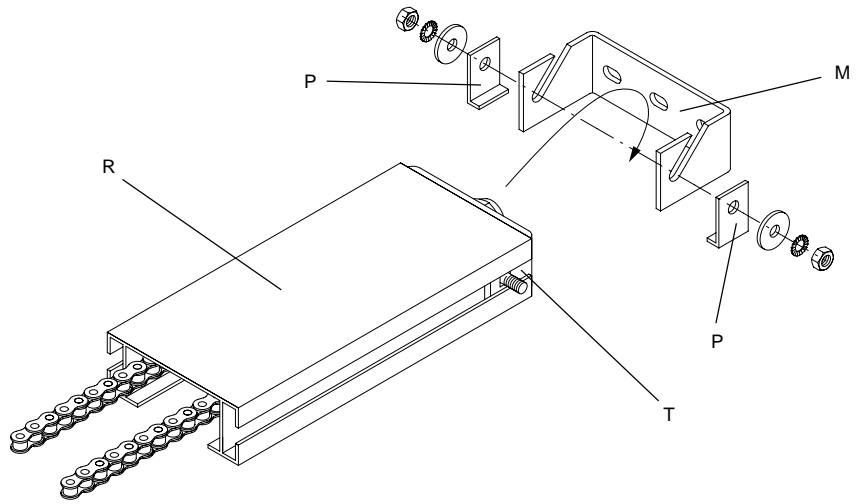
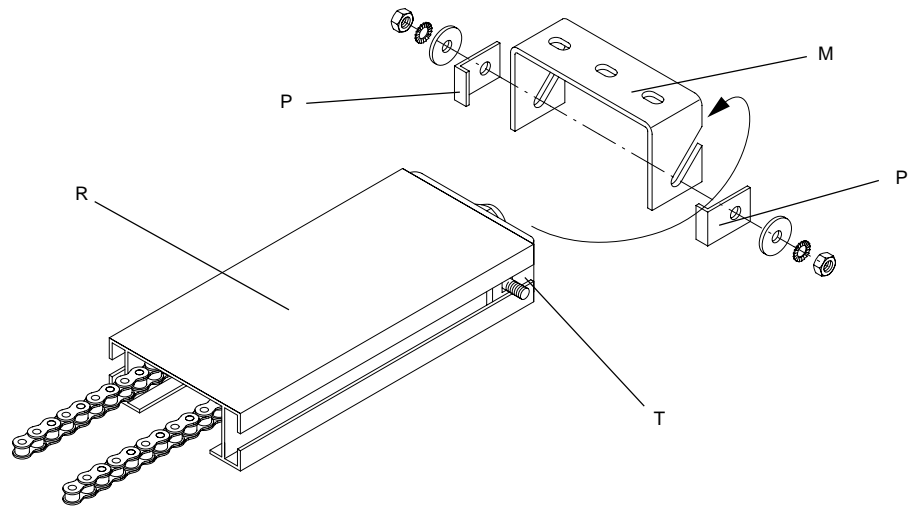

Fig.9
Fig.10
**4.1** Fissare la staffa M sull'architrave o sul soffitto il più vicino possibile alla porta secondo indicazioni di figg. 9 e 10. Notare la posizione delle piastrine di sicurezza P. **N.B.:** Nel caso di montaggio secondo fig. 10 lo spazio min. tra porta e soffitto deve essere di 75 mm.
**4.1** Fix the flask M to the lintel or to the ceiling as closest as possible to the door as per indications given in fig. 9 and 10. Note the position of the safety plates P. **P.N.** In case the assembling is made to fig. 10, the min. space between door and ceiling must be 75 mm.
**4.1** *Bügel M am Sturz oder an der Decke, möglichst nah dem Tor, nach den Angaben auf das Bild 9 und 10 befestigen. Beachten Sie die Lage der Sicherheitsplättchen P! **Anmerkung.** Bei Montage nach Bild 10 muß der Mindestabstand zwischen Tor und Decke 75 mm betragen.*
**4.1** *Fixer la patte M sur le linteau ou sur le plafond, le plus près possible de la porte selon les indications des fig. 9 et 10. Noter la position des plaques de sécurité P. **N.B.** Dans le cas d'un montage selon la fig. 10, l'espace minimum entre la porte et le plafond doit être de 75 mm.*
**4.1** Fijar la placa M sobre el dintel o sobre el techo lo más cerca posible de la puerta según las indicaciones de las fig. 9 y 10. Comprobar la posición de las plaquitas de seguridad P. **NOTA:** En el caso del montaje según la fig. 9 el espacio mínimo entre la puerta y el techo debe ser de 75 mm.